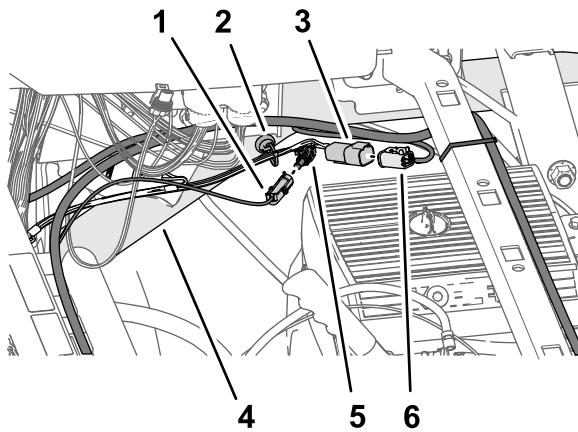

图204
4. 将标有 ASC 10 电源和用于 X30 的 CAN 的 66cm 套件线束支管的 4 针接头接入标有 CAN 2/ASC10 总线的数据线束支管的 4 插槽接头 图204。
3. 将标有***重要提示***此电线只能连接至 12V 开关电源的电池线束 1 针接头接入标有发电机到TOPCON 开关电源的 66cm 套件线束支管的 1 插槽接头 图204。